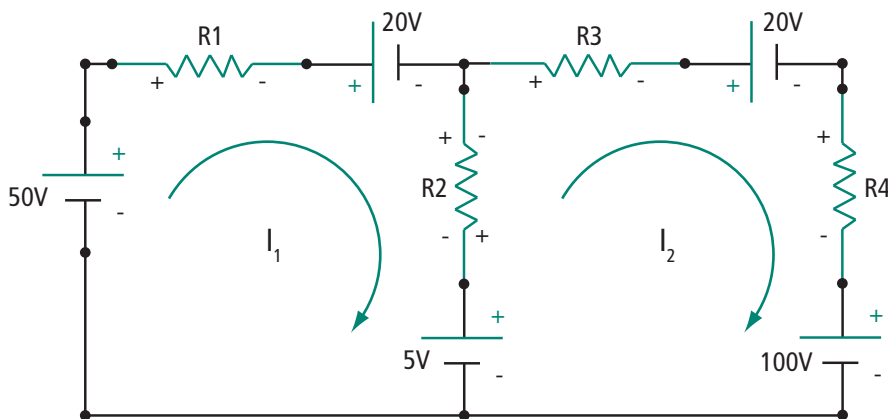

Figura 7.9: Circuito de duas malhas com incógnita das correntes de malha
4. Escreva as equações de malha para o circuito da Figura 7.9 e determine os valores de I_1 e I_2 .
4. Reescreva as equações de malha para a Figura 7.9 e resolva o sistema utilizando matrizes e determinantes.